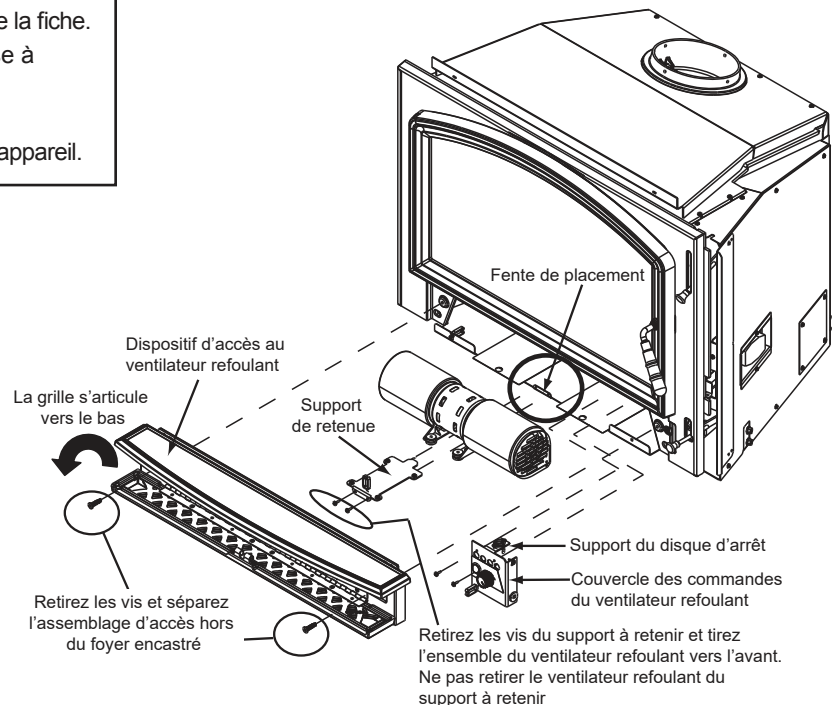

Figure 21.1
1. La grille sur le dispositif d'accès au ventilateur refoulant est articulée. Faites pivoter la grille vers le bas pour exposer les 2 vis. **Figure 21.1.**
1. La grille sur le dispositif d'accès au ventilateur refoulant est articulée. Faites pivoter la grille vers le bas pour exposer les 2 vis. **Figure 21.1 à la page 21.**